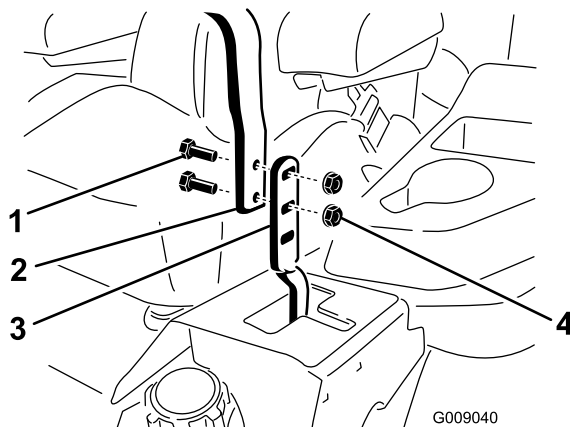

Bild 77
3. Lösen Sie die Schrauben und die Bundmuttern, die in den Hebeln installiert sind (Bild 77).